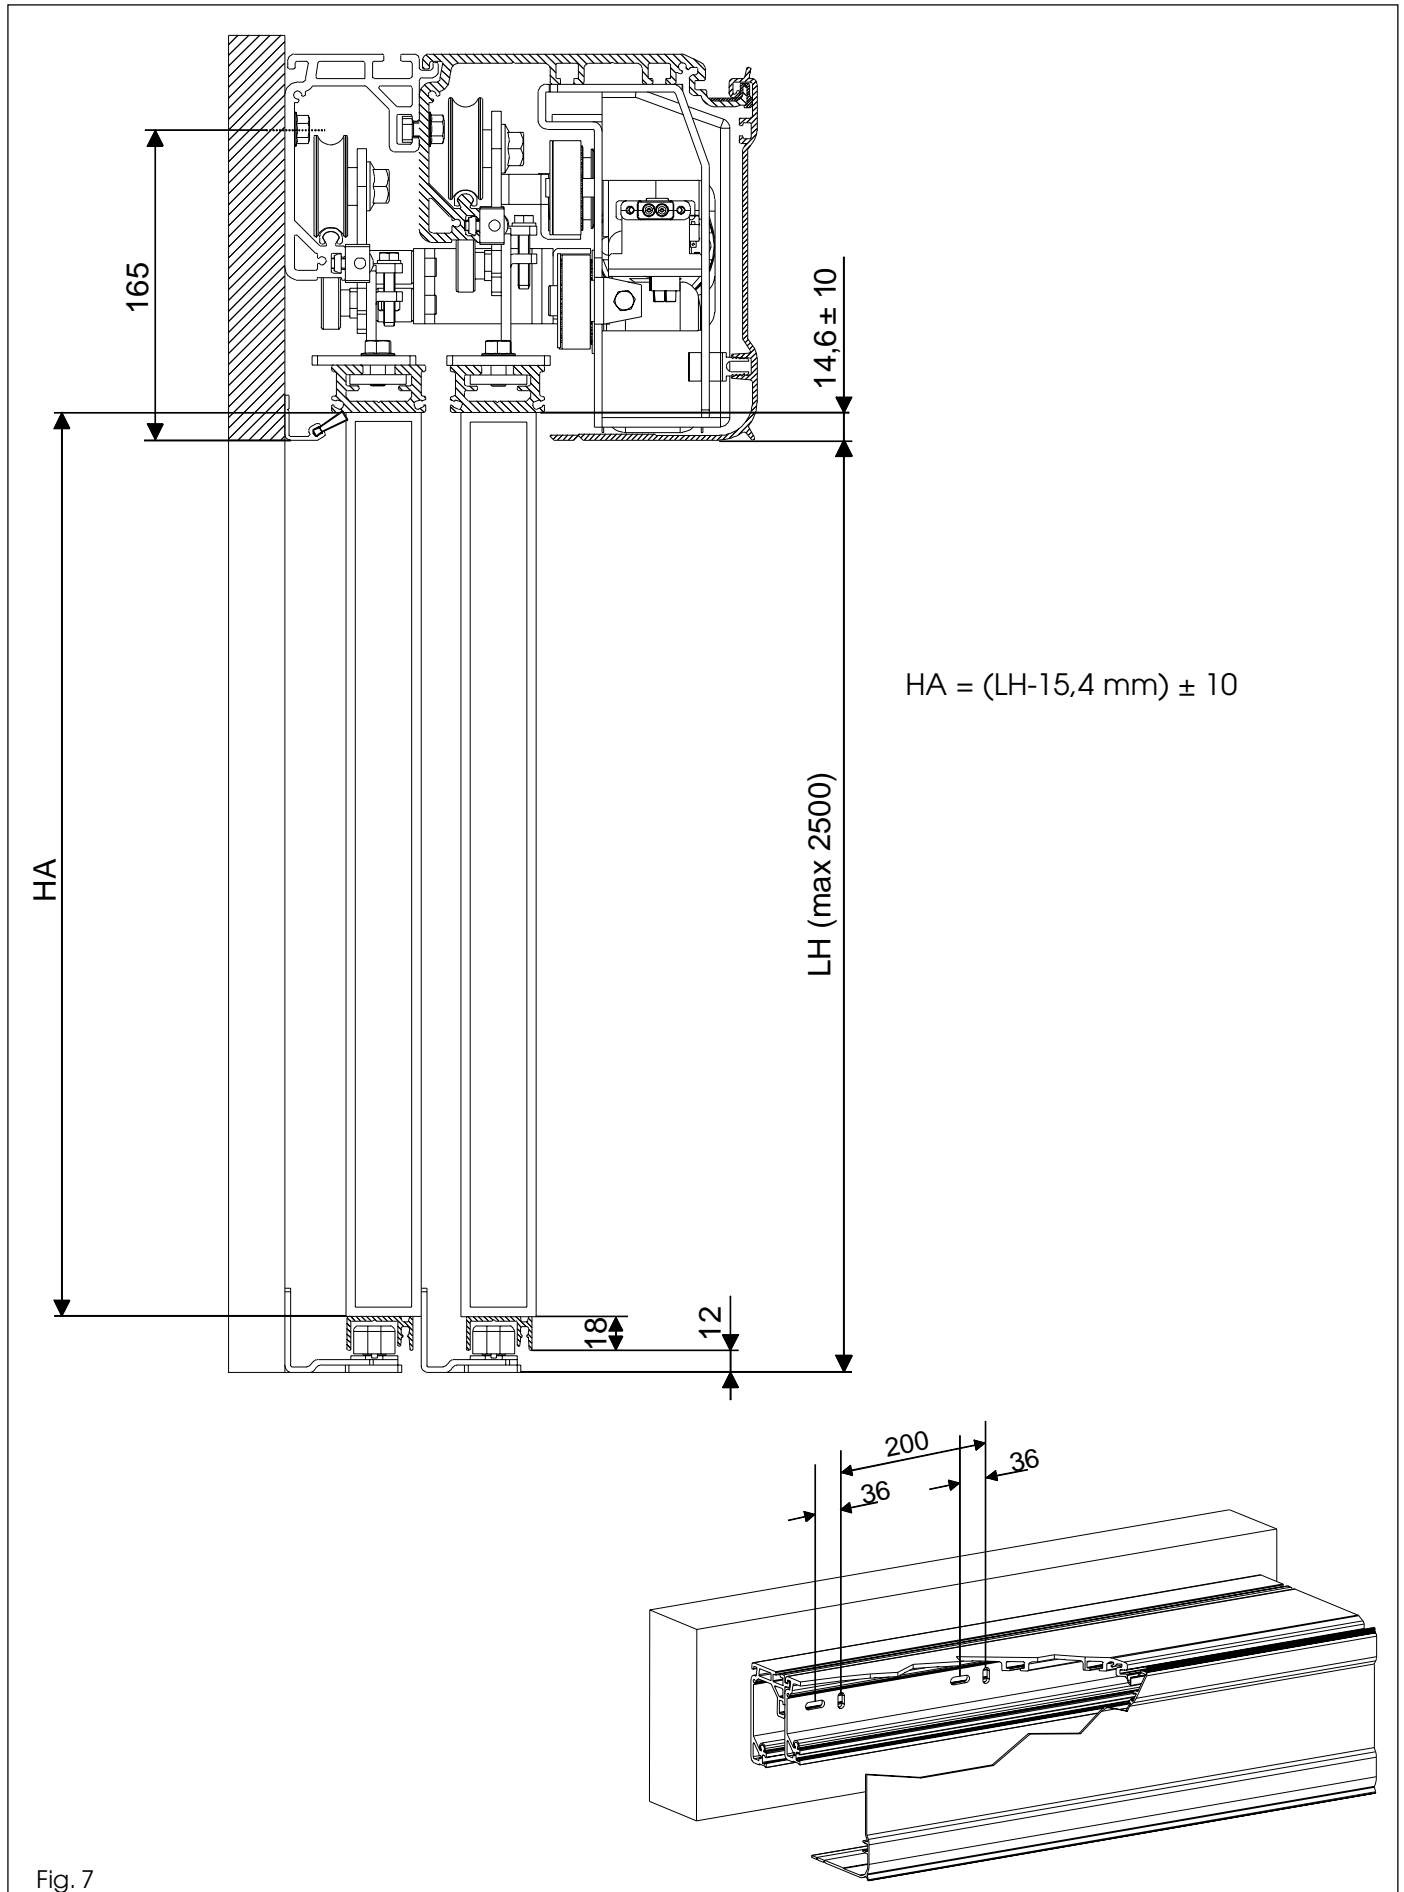

Fig. 7
•Establezca la exacta colocación del travesaño considerando las dimensiones máximas indicadas en la fig. 7. El travesaño debe fijarse paralelo al pavimento.
•Fije el travesaño inicialmente en coincidencia con una ranura vertical de un extremo, y seguidamente con una ranura horizontal del otro extremo (utilizando tornillos M8 con sus correspondientes tacos) y nivele hasta que quede paralelo al pavimento. Efectúe una fijación central levantando con fuerza el travesaño para alinear los tres puntos de fijación. Proceda con las restantes fijaciones alternando ranuras verticales y horizontales (fig. 7).